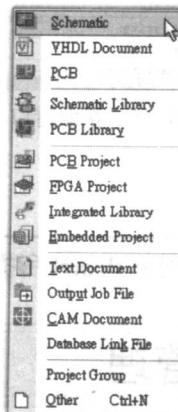

图 1-7 新建文件菜单
- 3 若要新建电路图文件、电路板文件或其他文件，则启动 **File/New** 命令，即可弹出菜单，如图 1-7 所示。